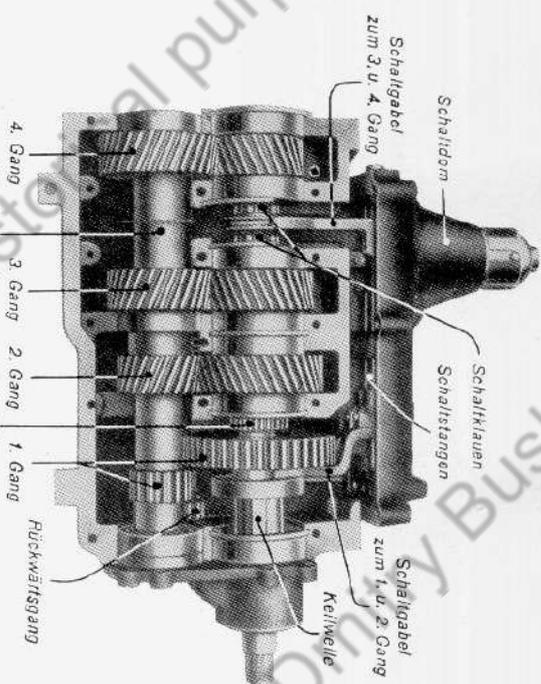

Bild 4. Viergang-Äphon-Wechselgetriebe Gb 35b L
**Bauart** Als Getriebe wird ein unmittelbar am Kurbelgehäuse des Motors angeflanshtes Viergang-Aphon-Getriebe Gb35bL (Bild 4) mit einem Rückwärtsgang und angebauter Getriebepremse verwandt. Keil- und Vorgelegewelle sind senkrecht übereinander angeordnet. Durch eine Kugelschaltung auf der Mitte des Getriebedeckels werden die entsprechenden Räder gekuppelt. Der Handhebel zur Getriebepremse ist rechts am Gehäuse angebracht.